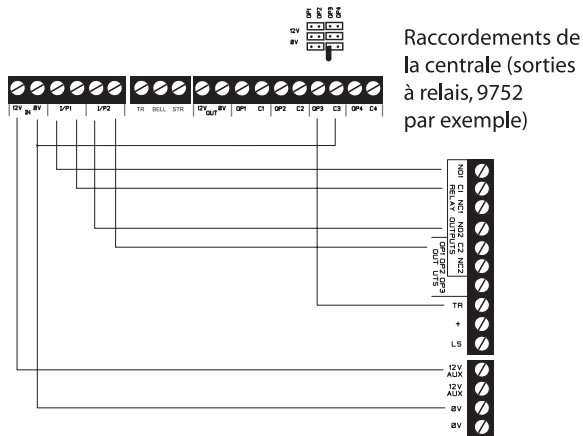
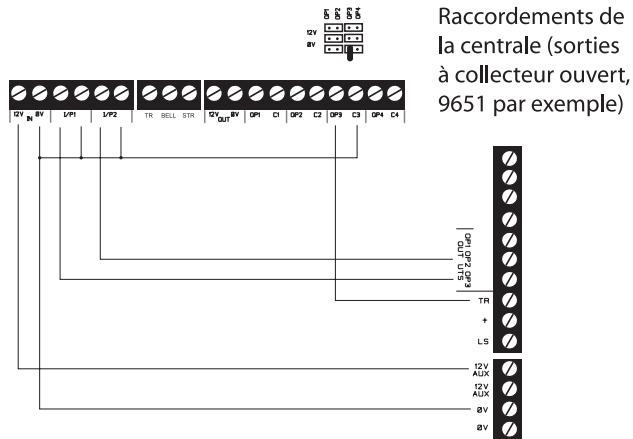

Figure 13.
Figure 14.
12. Raccorder le module émetteur à la centrale. La figure 13 donne un exemple lorsqu'on utilise les sorties à relais d'une centrale 9752. L'exemple de la figure 14 est similaire lorsqu'on emploie les sorties à collecteur ouvert (entre autres, sur une centrale 9651).